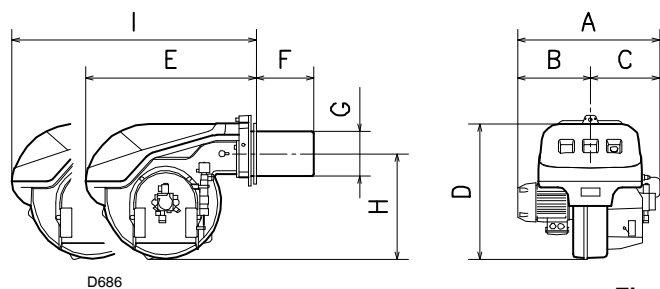

Fig. 2
4.3.2 Ingombro (Fig. 2) - misure indicative
L'ingombro del bruciatore è riportato in (Fig. 2).